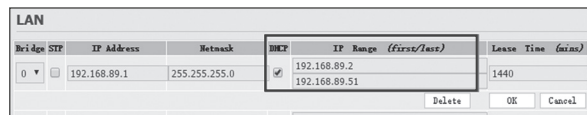

Fig. 2
5. Zorg ervoor dat DHCP-functie is ingeschakeld. (Zie Afb. 2)